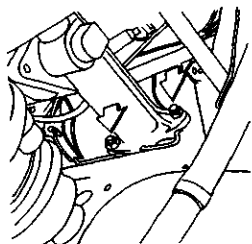

图 3-207 拆下左前轮罩
- 4) 拆下左前轮罩处的转向器固定螺栓，如图 3-207 所示。